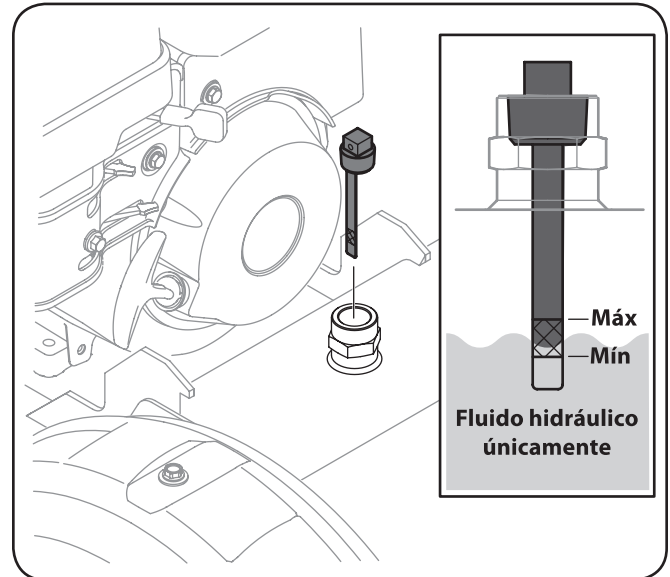

Figura 3-9
2. Utilice una llave para retirar la varilla del depósito venteadada que se encuentra delante del motor, sobre el tanque de depósito. Consulte la Figura 3-9.
3. Controle el nivel de líquido con la varilla de nivel. Vea la Figura 3-9. No llene el depósito en exceso.